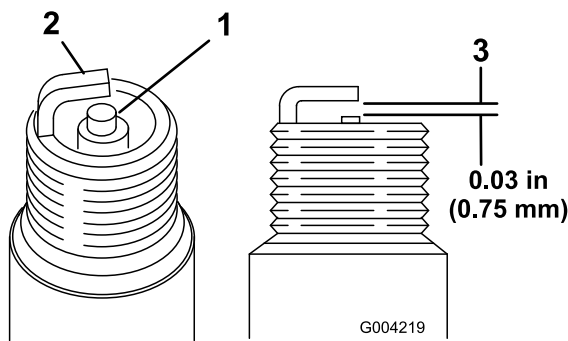

Рисунок 35
- Осмотрите середину обеих свечей зажигания (Рисунок 35). Если вы видите на изоляторе светло-коричневый или серый налет, то двигатель работает должным образом. Черный налет на изоляторе обычно означает, что загрязнен воздухоочиститель.
2. Проверьте зазор между центральным и боковым электродами (Рисунок 35).
3. Если зазор неправильный, отогните боковой электрод (Рисунок 35).